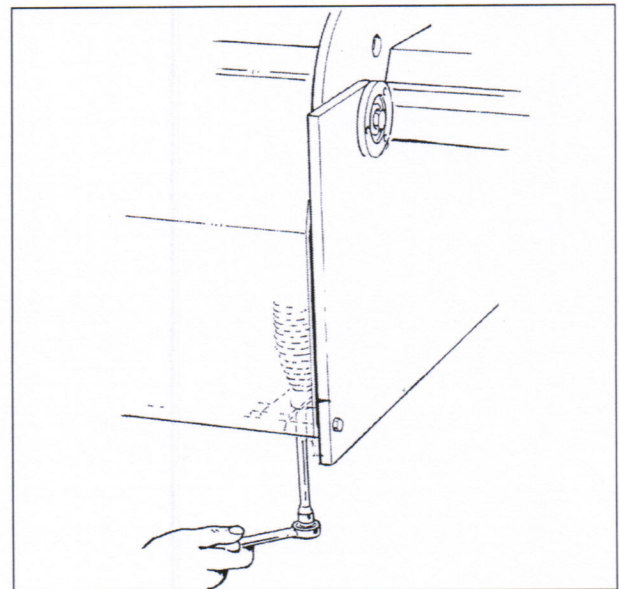

Fig. 13
- Qualora il piano non dovesse più alzarsi completamente o troppo lentamente, avvitare la vite del mollone vedi Fig. 13.
- Si la table supérieure ne se lève plus complètement ou le fait trop lentement, serrez la vis du ressort comme le montre la Fig. 13.
- If the upper plate does not lift properly, or lifts too slowly, tighten the screws of the large spring as in Bild. 13.